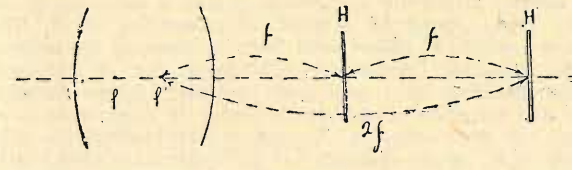

Fig. 2.
a) Su un pezzo di cartoncino bianco si disegni con inchiostro nero un cerchio di diametro tale che si possa inscrivere nel rettangolo limitante il vetro smerigliato ed il cui centro si individui con il punto d'incontro di due segmenti posti in croce; si disegni sul vetro smerigliato un altro cerchio di raggio eguale al primo ed il cui centro coincida con l'incrocio delle diagonali del vetro. Si fissi il disegno su di una parete perfettamente parallela al vetro smerigliato e si manovri quindi l'apparecchio in modo che la immagine del cerchio disegnato sul cartoncino, si sovrapponga al cerchio tracciato sul vetro. Si misuri la distanza della parete su cui è fissato il cartoncino al vetro smerigliato; questa misura, divisa per quattro dà il valore della distanza focale; ma non in modo preciso; infatti, dalla formula (3) risulta che la distanza da dividere per quattro deve essere il doppio di *a* ovvero di *b* (*a=b*), mentre noi, effettivamente, abbiamo misurato una distanza che è *2a* più la distanza fra i due punti nodali; l'errore che si ricommette quindi adoperando questo metodo per la ricerca della lunghezza focale, è di 1/4 della distanza fra i punti nodali; ma, detto errore, che per i bisogni della pratica è più che trascurabile, si può eliminare seguendo questo secondo metodo dovuto ai fisici Davanne e Martin.
b) Si abbia (fig. 2) un obiettivo col quale si metta a fuoco un oggetto all'infinito; allora, la lastra si troverà nella posizione *H*, la cui distanza dal punto nodale d'emergenza *l'* corrisponderà alla lunghezza focale *f* dell'obiettivo; si segni la posizione del bordo anteriore del carrello porta lastra su una delle guide su cui detto carrello si muove; di poi, si punti la circonferenza disegnata sul cartoncino dianzi descritto e si disponga l'apparecchio in modo che la immagine di detto cerchio si sovrapponga alla circonferenza identica, disegnata sul vetro smerigliato; questo, si troverà allora in *H'* ad una distanza *2f* dal punto nodale d'emergenza. La distanza che intercede da questa posizione del bordo anteriore del carrello a quella precedentemente segnata, dà in modo esatto la lunghezza focale dell'obiettivo essendo essa rappresentata dalla differenza *2f-f* come, ben chiaramente vedesi dalla figura.